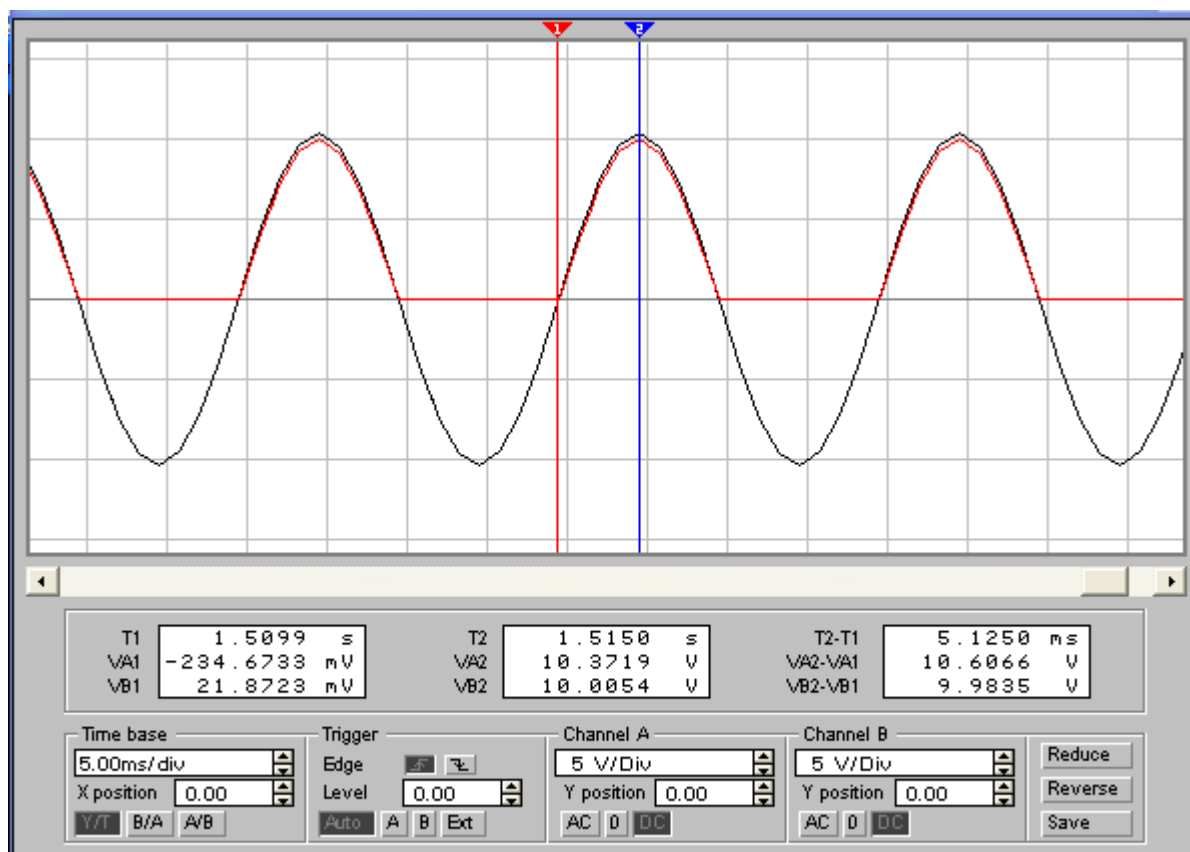

Рис. 8
- розгорніть зображення на увесь екран горизонтальною прокруткою (рис. 8).
Амплітуди $U_{m\text{вх}}$ і $U_{m\text{вих}}$ вимірюються на збільшеному екрані осцилографа встановленням маркерів 1 і 2 відповідно на амплітудне та нульове значення осцилограм (рис. 8).